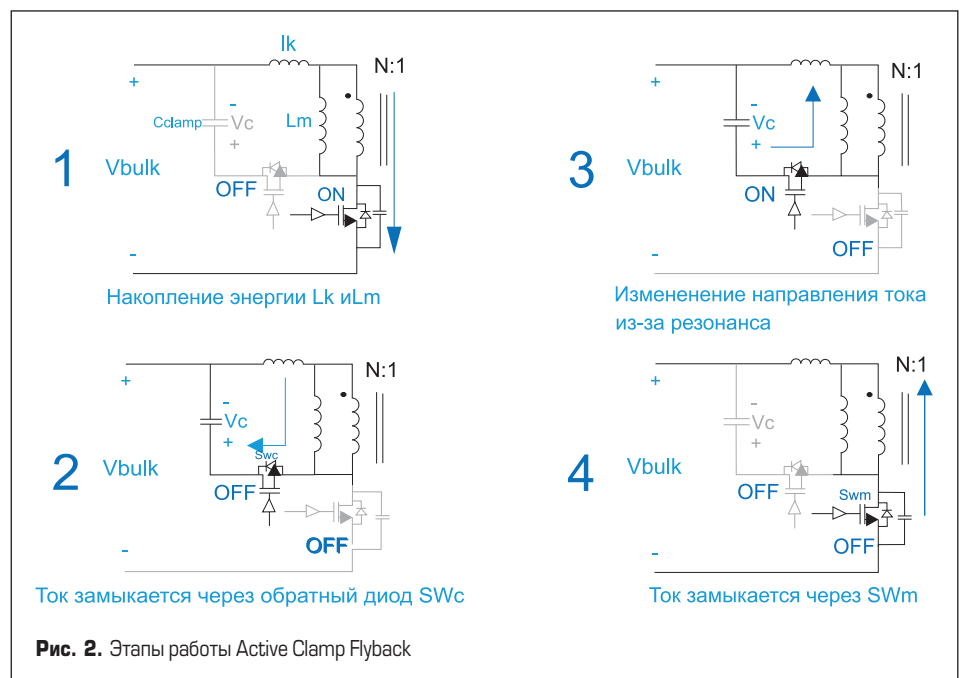

Рис. 2. Этапы работы Active Clamp Flyback
- АCF преобразует энергию утечки (рис. 2), что в свою очередь обеспечивает более высокую эффективность.